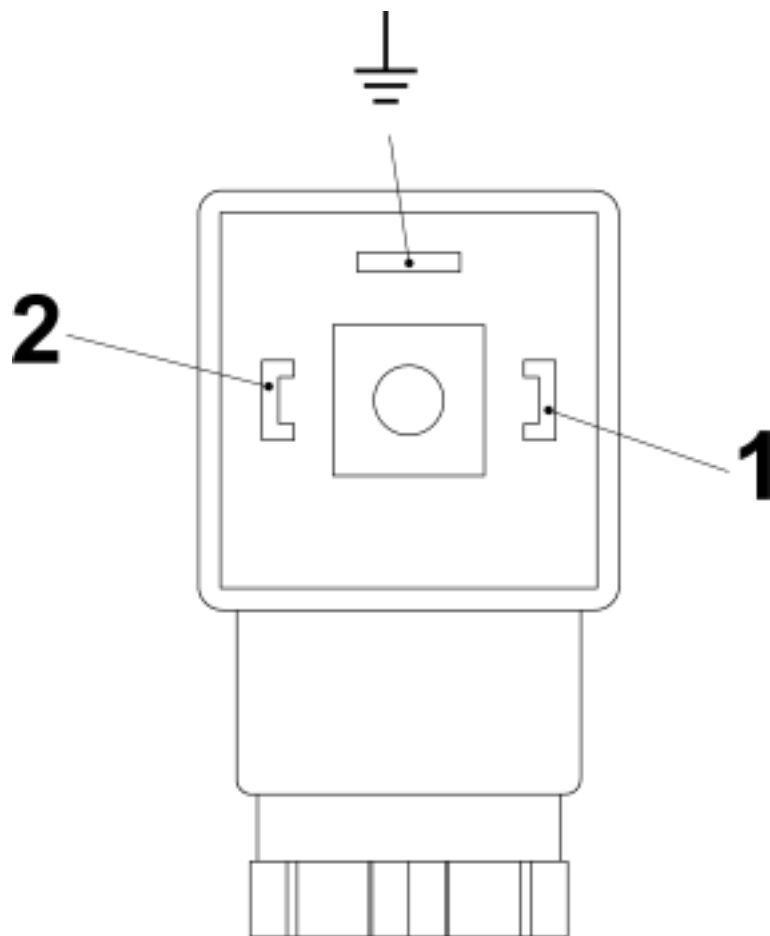
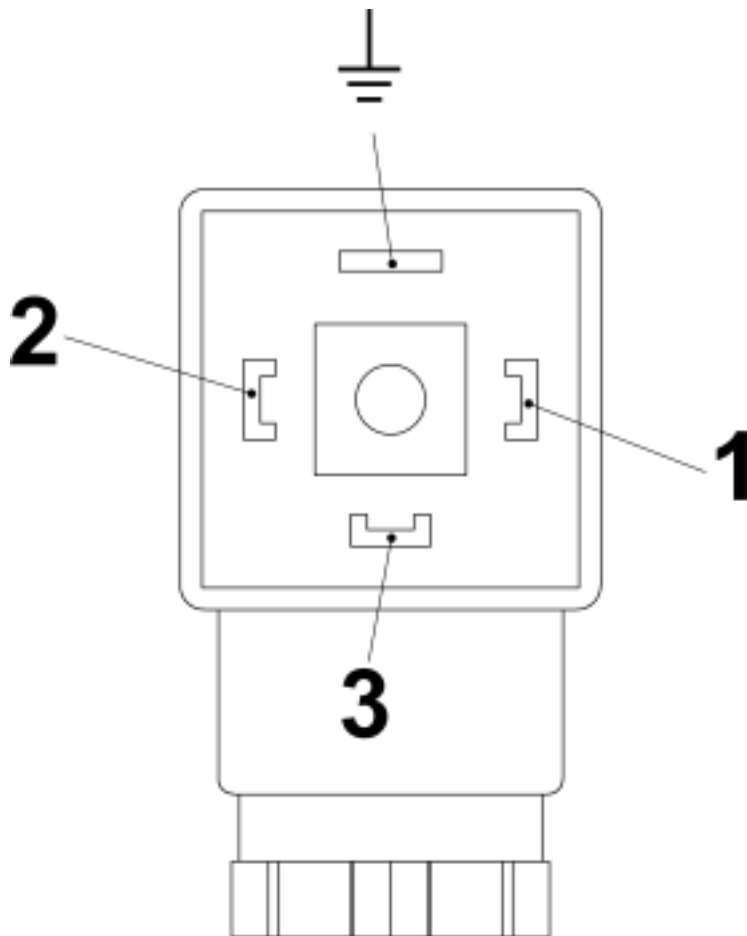

Abb. 32: Pin-Belegung Steckerdose Schließer (Schaltkontakt SG-30 mit Gerätestecker nach EN 175301-803)
Abb. 33: Pin-Belegung Steckerdose Wechsler (Schaltkontakt SG-30 mit Gerätestecker konform nach EN 175301-803)
6. Anschluss gemäß den Anschlussbildern (Abb. 32 und Abb. 33) vornehmen